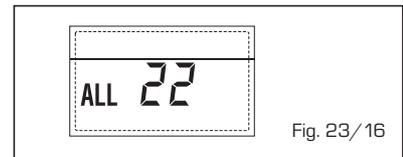

Fig. 23/16
**- ANOMALÍA AVERÍA SONDA IMPULSIÓN SEGUNDA ZONA MEZCLADA "ALL 23" (fig. 23/17)**